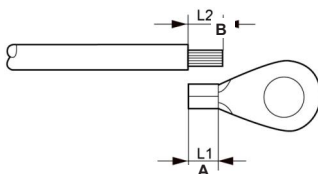

Figura 3.9 Terminale del conduttore di messa a terra esterno
3. Spelare l'isolamento del cavo di messa a terra per una lunghezza adeguata (vedere Figura 3.9).